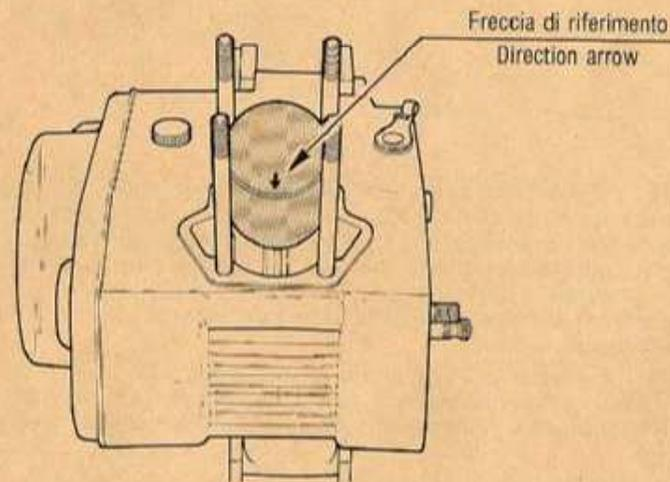

FIG. 52 Montaggio pistone
- 20) VERIFICARE prima del montaggio il buono stato della gabbietta sullo spinotto e dei suoi rulli. Montare quindi il pistone assicurandosi che la freccia marcata sul cielo del pistone sia rivolta verso lo scarico (fig. 52) quindi lo spinotto e relativi anelli di fermo avendo l'avvertenza che non cadano dentro al carter.